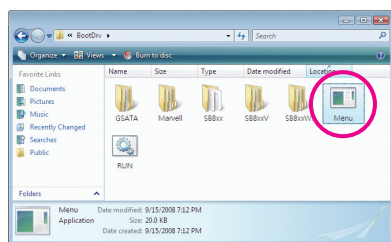
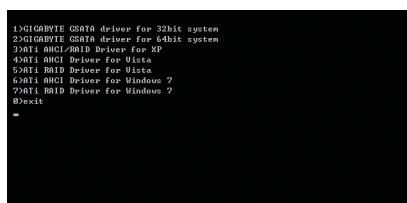

図3
図4
- 2: 光学ドライブフォルダから、**BootDrv**フォルダの **Menu.exe** ファイルをダブルクリックします (図3)。図4のようなコマンドプロンプトウィンドウが開きます。
- 3: 空のフォーマット済みディスクを挿入します。インストールするオペレーティングシステムによっては、メニューから対応する文字を押すことでコントローラドライバを選択し、<Enter>を押します。例えば、図4でメニューから。